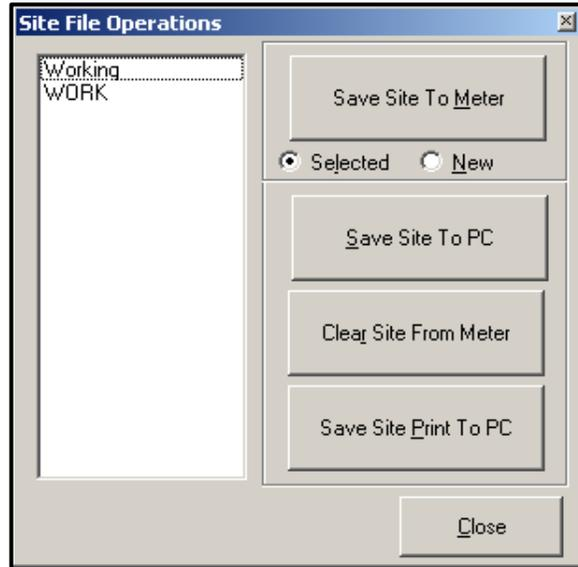

Figura 51: Ventana de Operaciones de Archivo de Sitio
- Haga clic en el botón [Site Files] (Archivos del sitio). Se abrirá la ventana *Operaciones con Archivos de Sitio* (mostrada en la Figura 51).
1. Resalte el sitio deseado en el panel izquierdo. (Véase la Figura 51 en la página 124.)